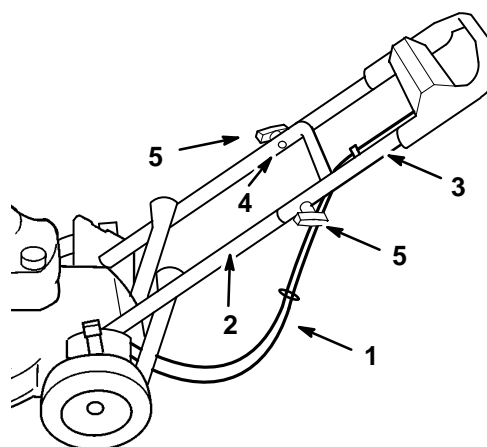

Figura 3
5. Compruebe que los cables pasan por debajo/detrás del manillar inferior, tal como se indica en la Figura 3.